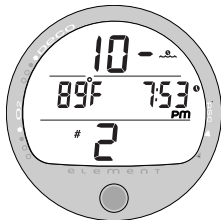

Abb. 59 - OBERFLÄCHENMODUS
- Längere Oberflächenpausen als 9:59 (h:min) werden nur als Stunden 10-, 11-, 12- usw. angezeigt (Abb. 59).